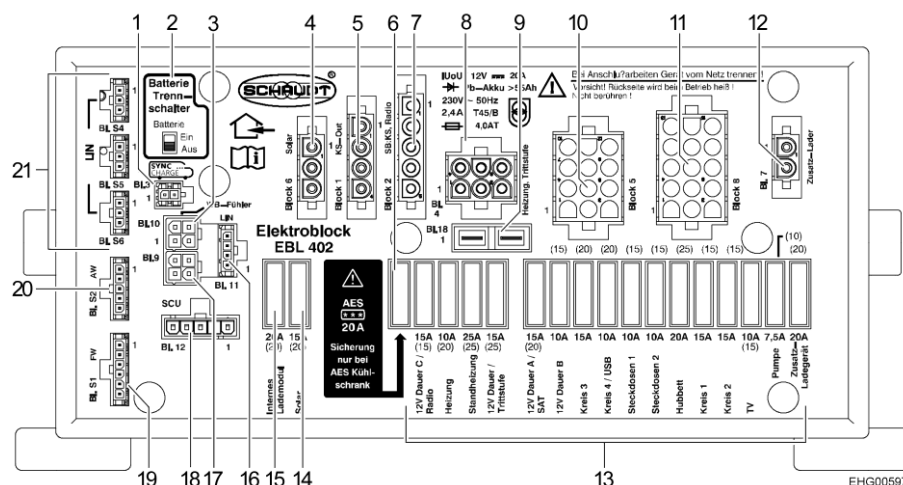

Bild 131 El-block (EBL 402)
- Skjut batteri-brytaren (Bild 131,2) på el-blocket EBL 402 till läget "Aus" (av).
- Skjut batteri-brytaren (Bild 131,2) på el-blocket EBL 402 till läget "Ein" (på).